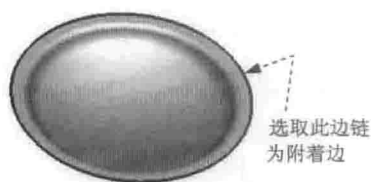
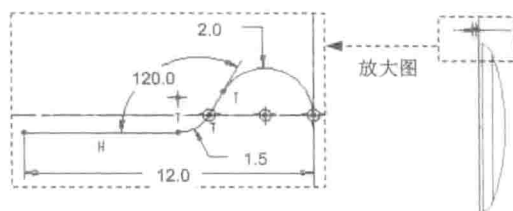

图 1.15 定义附着边
图 1.16 截面草图
(1) 单击 **模型** 功能选项卡 **形状** 区域中的“法兰”按钮 ，系统弹出“凸缘”操控板。
(2) 选取附着边。按住 Shift 键，选取图 1.15 所示的模型边链为附着边。
(3) 选取形状类型。在操控板中单击 **I** ，在系统弹出的下拉列表中选择 **用户定义** 选项。
(4) 定义法兰附加钣金壁的轮廓。单击 **形状** 选项卡，在系统弹出的界面中单击 **草绘...** 按钮，系统弹出“草绘”对话框，选中 ☒ **薄壁端** 单选项，单击 **草绘** 按钮（可单击对话框中的 **反向** 按钮切换视图箭头方向）；进入草绘环境后，绘制图 1.16 所示的截面草图。
(5) 在操控板中单击  按钮，预览所创建的特征；确认无误后，单击  按钮，完成凸缘特征的创建。